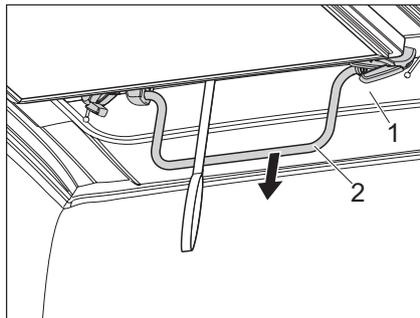

Bild 35 Aufstelldach nach unten ziehen
- ▶ Aufstelldach (Bild 35,1) mit Blick in Richtung Heck an den Griffen mit beiden Händen **langsam** nach unten ziehen und beobachten, ob der Stoffbalg sauber nach innen fällt, ggf. Stoffbalg nach innen ziehen.